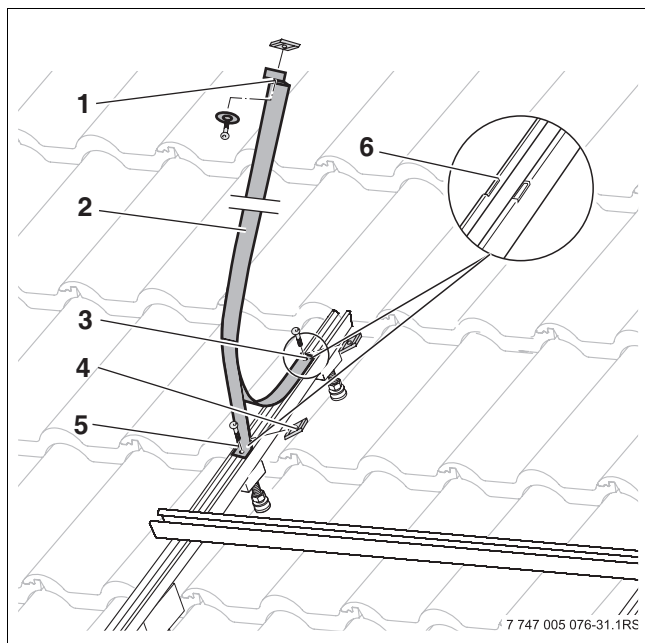

Fig. 50 Fixer l'attache du ballon
- Insérer la vis dans le bout avant de l'attache du ballon (→ fig. 50, [3]) et visser le coulisseau [4] sans serrer jusqu'à sentir une légère résistance.
- Insérer la vis dans l'équerre de support-attache du ballon (→ fig. 50, [5]) et visser le coulisseau sans serrer jusqu'à sentir une légère résistance.
- Poser le bout avant de l'attache du ballon (→ fig. 50, [3]) dans l'encoche [6] et serrer la vis.
- Poser l'équerre de support-attache du ballon (→ fig. 50, [5]) dans la deuxième encoche et serrer la vis.
- Insérer la vis, la rondelle plate et le coulisseau dans le bout arrière de l'attache du ballon (→ fig. 50, [1]). Ne pas encore visser ce bout !